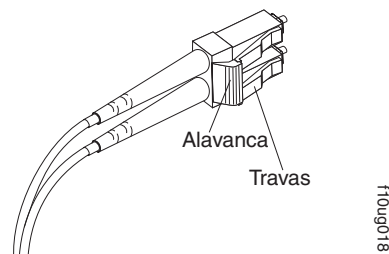

Figura 29. Alavanca e Travas do Cabo Fibre Channel LC-LC
1. Na extremidade do cabo LC-LC que se conecta ao módulo SFP ou SFP+ ou ao adaptador de barramento de host, pressione e segure a alavanca para soltar as travas, como mostrado na Figura 29.